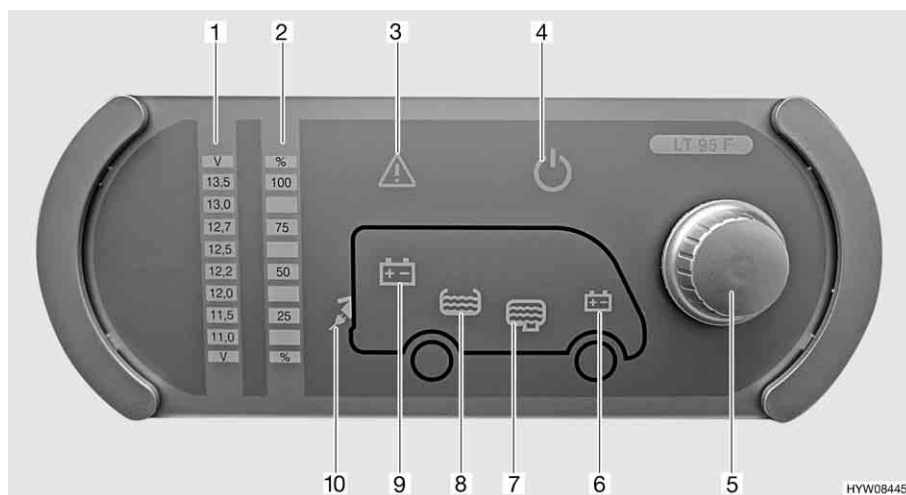

Fig. 77 Pannello di controllo (LT 95)
Il pulsante a rotazione (Fig. 77,5) inserisce o disinserisce il pannello di controllo e l'alimentazione a 12 V dell'abitacolo.
Accensione: ■ Premere il pulsante a rotazione (Fig. 77,5): L'alimentazione a 12 V dell'abitacolo è inserita. La spia di controllo a 12 V (Fig. 77,4) diventa verde.
Spegnimento: ■ Premere il pulsante a rotazione (Fig. 77,5): L'alimentazione a 12 V dell'abitacolo è disinserita. La spia di controllo a 12 V (Fig. 77,4) si spegne.
Mediante il pulsante a rotazione (Fig. 77,5) si possono interrogare sia la tensione della batteria dell'abitacolo che la tensione della batteria di avviamento. La tensione viene visualizzata sulla scala indicatore per la tensione della batteria (Fig. 77,1).
Indicazione: ■ Ruotare il pulsante a rotazione (Fig. 77,5), finché si accende il simbolo della batteria della quale deve essere interrogata la tensione.
Viene indicata la tensione della batteria dell'abitacolo (Fig. 77,9)
Viene indicata la tensione della batteria di avviamento (Fig. 77,6)
- Leggere la tensione sulla scala indicatore della tensione della batteria (Fig. 77,1).
Mediante il pulsante a rotazione (Fig. 77,5) si possono interrogare sia il livello del serbatoio dell'acqua che il livello del serbatoio delle acque grigie. Il livello viene visualizzato sulla scala indicatore livello dei serbatoi (Fig. 77,2).
- Ruotare il pulsante a rotazione (Fig. 77,5), finché si accende il simbolo del serbatoio del quale deve essere interrogato il livello.
Viene indicato il livello del serbatoio dell'acqua (Fig. 77,8)
Viene indicato il livello del serbatoio delle acque grigie (Fig. 77,7)
- Leggere il livello sulla scala indicatore del livello serbatoio (Fig. 77,2).
La spia luminosa Alarm (Fig. 77,3) lampeggia non appena i valori limite fissati vengono superati per eccesso o per difetto.
La spia luminosa Alarm (Fig. 77,3) lampeggia non appena la tensione della batteria scende al di sotto di 11 V. Se l'alimentazione a 12 V è accesa, si accende anche il relativo simbolo della batteria (Fig. 77,6 o 9), e l'indicatore "11,0" sulla scala indicatore della tensione della batteria (Fig. 77,1) lampeggia. Rischio di uno scaricamento totale della batteria.
La spia luminosa Alarm (Fig. 77,3) lampeggia ed il relativo simbolo del serbatoio (Fig. 77,7 o 8) si accende non appena il serbatoio dell'acqua è vuoto o il serbatoio delle acque grigie è pieno.
La spia di controllo a 230 V (Fig. 77,10) si accende quando all'ingresso della centralina elettrica è presente una tensione di rete.